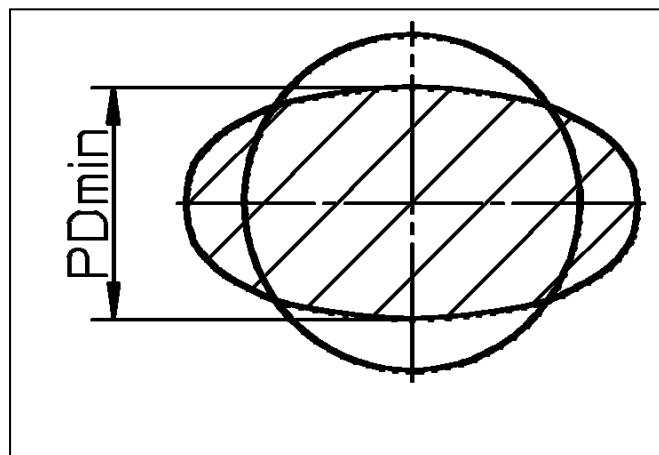

Bild 9
- Weist die Kupplung ein deutliches Verdrehspiel auf, oder ist die Mindest-Pufferdicke (PD_{min} , Bild 9) nach Tabelle 8 erreicht, empfehlen wir die elastischen Puffer auszuwechseln.